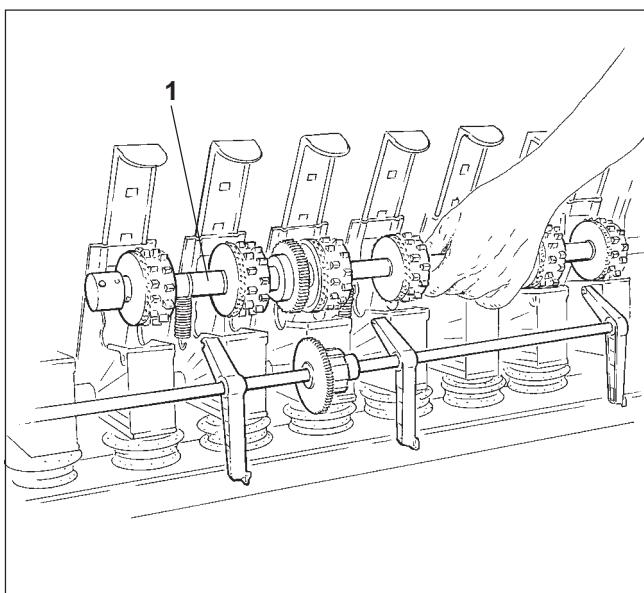

Рис. 7.24
- Высевающий валик (Рис. 7.24/1) вынуть из высевной коробки вместе с высевающими катушками.
- Вставьте в высевную коробку валик (Рис. 7.24/1) с новыми высевающими катушками.